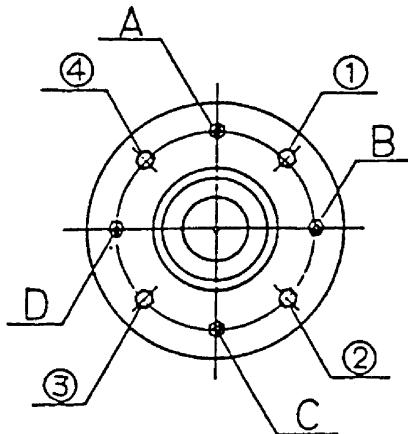

図 9-7
9.3.4 ドラムの芯出し調整 (図 9-7)
- ・ 主軸ベアリングケースを止めている取付けボルト及びナット 4箇所(A～D)と、調整ボルト及びナット 4箇所(①～④)で調整します。(図 9-7)
- ・ 例えば、ドラムの口金を機械正面より見て右に寄せたい場合、③,④と A,C,D のナットを少し緩め、③,④のボルトをドラムの口金を見ながら締め込みます。
- ・ 調整が終わったら、③,④と A,C,D のナットを締め込みます。
後方へ抜いてください。(図 9-7)